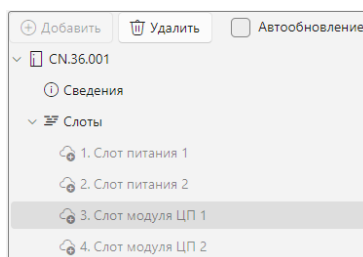

Рисунок 9.3.5 – Редактирование модулей.
a. выберите соответствующий модуль/слот, который необходимо отредактировать, нажмите по нему **ПКМ** (см. рисунок 9.3.5).